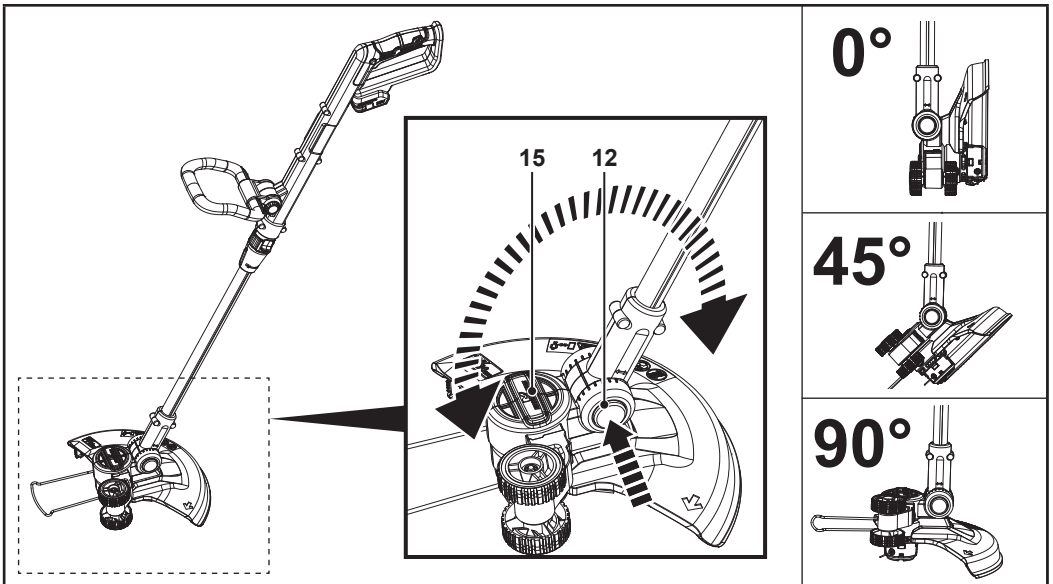

Fig. 8
NOTA: El cabezal de corte (15) puede ajustarse en 7 posiciones (0°, 15°, 30°, 45°, 60°, 75°, 90°) (Fig. 8).
1. Presione el bloqueo del cabezal de corte (12) (Fig. 8).
2. Ajuste el ángulo del cabezal de corte (15) (Fig. 8).
3. Suelte el bloqueo del cabezal de corte (12).
4. Asegúrese de que el cabezal de corte (15) queda bloqueado en su posición.